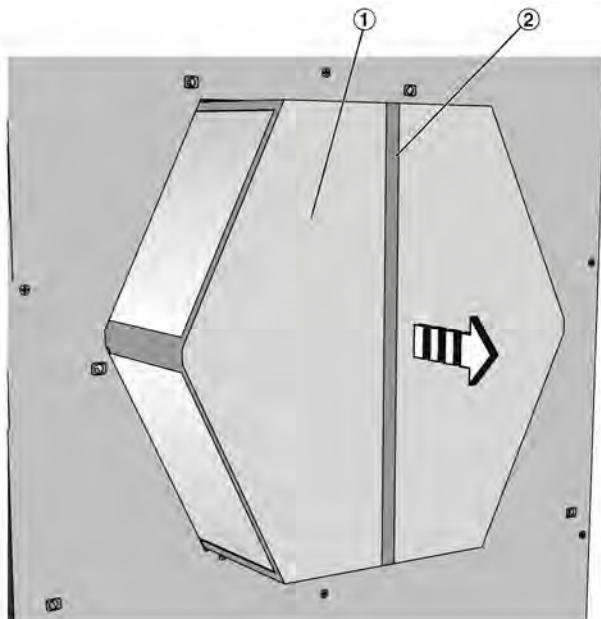

Abb. 29: Wärmerückgewinner demontieren
3. ▶ Wärmerückgewinner (Abb. 29 /1) an der Lasche (Abb. 29 /2) herausziehen.
Wärmerückgewinner (Abb. 29 /1) mit warmem Wasser (max. 40 °C) ausspülen (z. B. mit einem handelsüblichen Duschkopf).